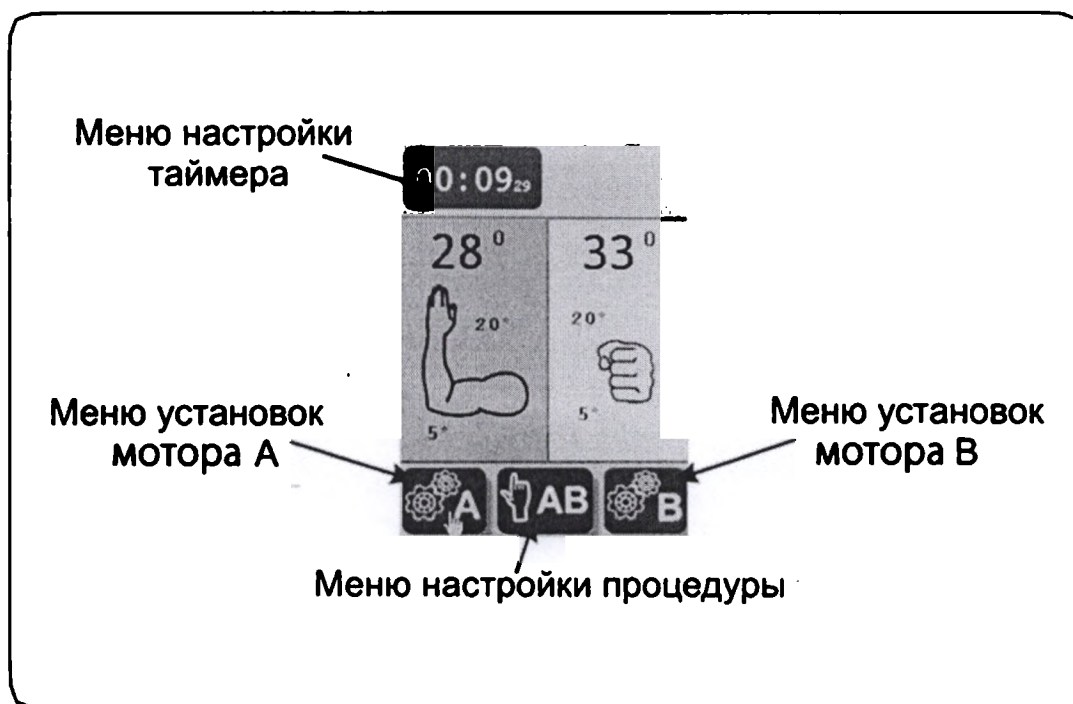
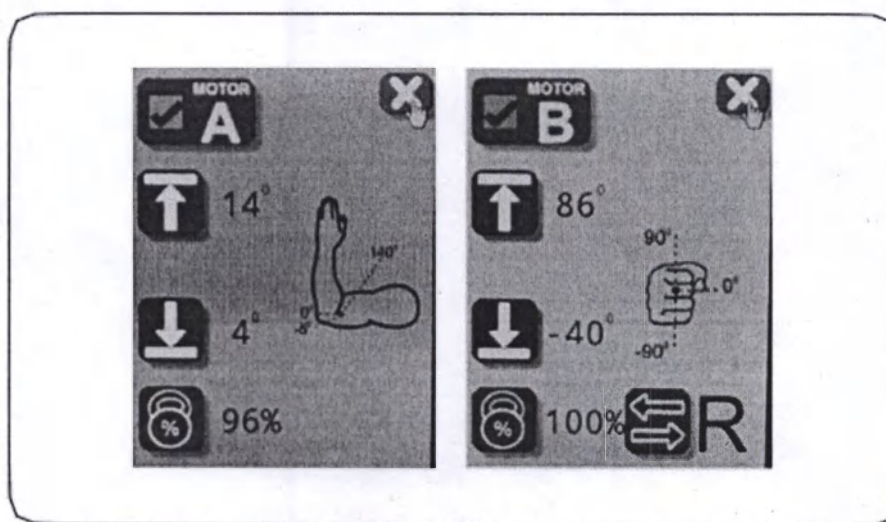

Рисунок 7.4 – Дисплей режима готовности
Рисунок 7.5 – Дисплей режима задания параметров механизмов
6.2.3 По окончании загрузки на дисплее отображается дисплей режима готовности (см. рис. 7.4).
7.2 Дисплей режима готовности (см. рис. 7.4):
7.3 Дисплей режима задания параметров механизмов (см. рис. 7.5)
После однократного нажатия любой кнопки Аппарат перейдет в режим «Пауза», о чем сообщит мигающая в зоне С пульта управления иконка . В данном режиме дисплей переходит в состояние выбора меню (см. рис. 7.4): иконки панели становятся активными и появляется возможность оперативно изменить (скорректировать) режим работы аппарата.
1. Аппарат находится в стационарном состоянии. Пользователь знает требуемый диапазон. 1.1. Для задания амплитуды движения для мотора А необходимо зайти в меню установок мотора А (рис.7.4). 1.2. С помощью кнопок , перевести курсор на символ и нажать кнопку (рис. 7.5). Задать требуемое верхнее значение диапазона для мотора А (для увеличения угла нажмите кнопку , для уменьшения -).
1.3. Нажать кнопку  для подтверждения заданного значения и выхода из меню задания верхнего значения диапазона. 1.4. С помощью кнопок ,  перевести курсор на символ  и нажать кнопку  (рис. 7.5). Задать требуемое нижнее значение диапазона для мотора А. 1.5. Нажать кнопку  для подтверждения заданного значения и выхода из меню задания нижнего значения диапазона. 1.6. С помощью кнопок ,  перевести курсор на символ , нажать на кнопку  и выйти из меню настроек мотора А. 1.7. Повторить действия по п.1.1-1.6 для задания амплитуды движения мотора В. 2. Первичная настройка под пациента, выбор допустимых углов (активный поиск угла). Задание угла осуществляется последовательным движением в выбранную точку. ⚠ ВНИМАНИЕ! Для первичной настройки под пациента (задание амплитуды движения механизмов А и В) необходимо пациента разместить на аппарате и выполнить подстройку в соответствии с разделами настоящего руководства. Для задания амплитуды движения необходимо: 2.1. Зайти в меню установок механизма А (рис.7.4). 2.2. С помощью кнопок ,  перевести курсор на символ  и нажать кнопку  (рис. 8.5). Одновременно с удержанием кнопки , кнопками  или , выставить верхнее значение диапазона работы мотора А, которое не будет вызывать болевых ощущений в суставе у пациента. 2.3. Нажать кнопку  для подтверждения заданного значения и выхода из меню задания верхнего значения диапазона мотора А. На экране около символа  появится записанное значение. 2.4. С помощью кнопок ,  перевести курсор на символ , нажать на кнопку  и выйти из меню настроек механизма А. 2.5. Зайти в меню установок механизма В (рис. 7.4) и повторить действия по п. 2.2 -2.4 для задания верхнего значения амплитуды движения мотора В. 2.6. Повторить действия по п.п. 2.1 – 2.5 для установки нижнего значения  амплитуды движения моторов А и В. ⚠ ВНИМАНИЕ! Установленные значения и фактически измеренный угол могут незначительно отличаться.